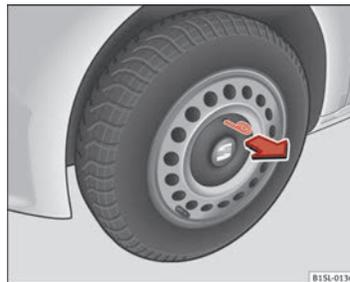

Fig. 133 Retire el tapacubos de la llanta de acero.
- *Para desmontarlo*, tome el gancho de alambre de las herramientas de a bordo y engánchelo al borde del embellecedor ⇒ fig. 133.